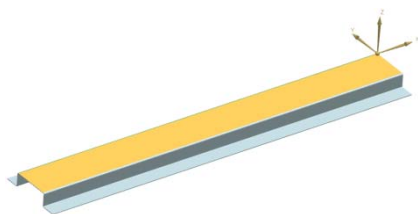

图 11-131 选择草图工作平面
(2) 在“法向除料”对话框中, 单击“绘制截面”按钮 , 打开“创建草图”对话框。在视图区选择草图工作平面, 如图 11-131 所示。单击  按钮。